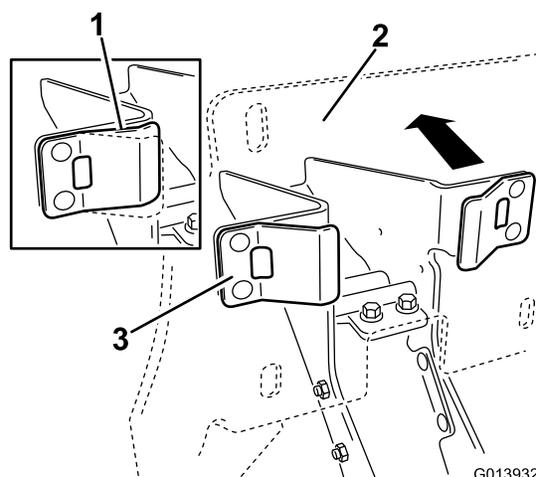

Figura 8
1. Certificando-se que os batentes de plástico estão em contacto com as patilhas da mola, aplique pressão suficiente contra a placa posterior da cavidade para comprimir a mola (Figura 8).